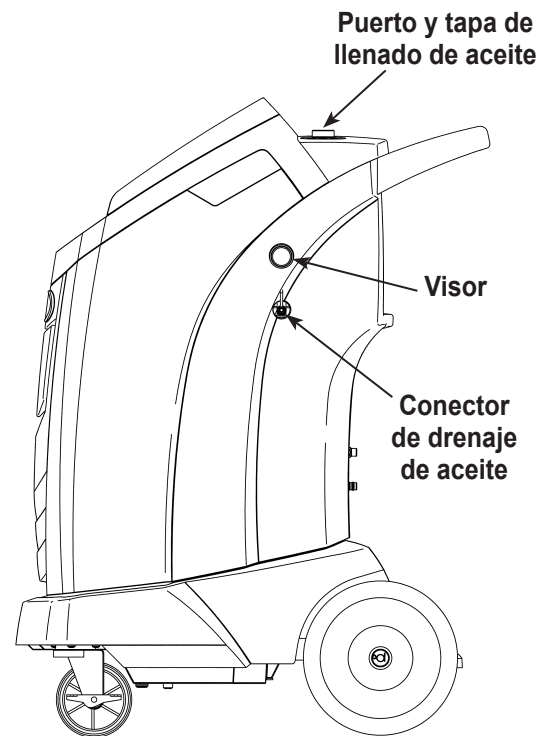

Figura 15
3. Luego de que el compresor se detenga, abra **lentamente** la tapa de llenado de aceite para verificar que no haya presión en la máquina. Luego quite cuidadosamente la tapa. Consulte Figura 15.